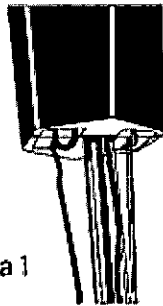

Figura 1
a. Extraiga lentamente el dispositivo de inserción para desplegar la sutura desde el mango hasta que las agujas estén listas para su liberación (Figura 1).